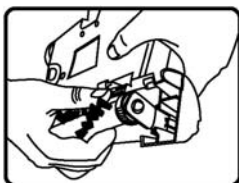

Fig. 13
5. Levante el extremo del cepillo y el tope fuera de la ranura. (Fig. 13).
9. Inserte el otro extremo del cepillo en la ranura. (Fig. 13)
5. Tire del cepillo para sacarlo. (Fig. 13)
8. Deslice la correa sobre la cubierta del cepillo giratorio y vuelva a insertar el rodillo en la ranura. (Fig. 13)